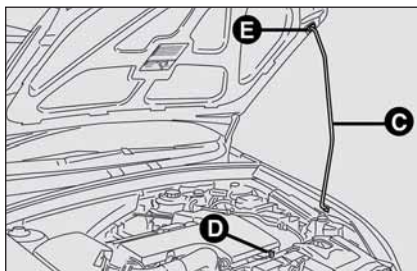

fig. 118
- sollevare il cofano e contemporaneamente liberare l'asta di sostegno **C-fig. 118** dal proprio dispositivo di bloccaggio **D**, quindi inserire l'estremità dell'asta nella sede **E** del cofano.
CHIUSURA fig. 118